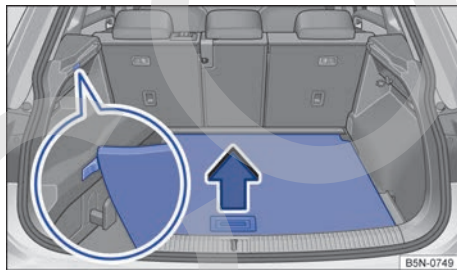

Fig. 205 En el maletero: levantar el piso del maletero.
- Para *abrir* el piso, agárrelo por la cavidad → fig. 205 y levántelo en la dirección de la flecha hasta que quede sujetado por los encastres laterales (imagen ampliada) → fig. 205.